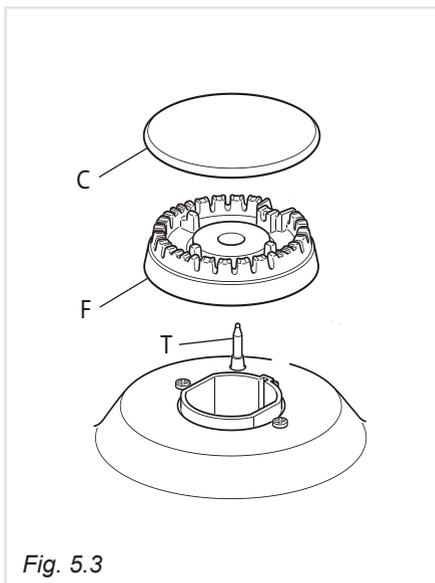

Fig. 5.3
- Verificare che la sonda "T" (fig.5.3) vicino ad ogni bruciatore sia sempre ben pulita in modo da permettere il regolare funzionamento della valvolatura di sicurezza.
É molto importante verificare il perfetto posizionamento dello spartifiamma **F** e del cappello **C** del bruciatore (vedere figure 5.3 - 5.4) perché un loro spostamento dalla sede può essere causa di gravi anomalie